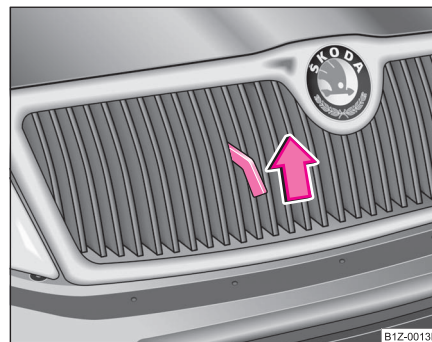

Fig. 190 Grilajul radiatorului: Mâner
- Trageți mânerul ⇒ pagina 248, fig. 190, capota motorului se va debloca.